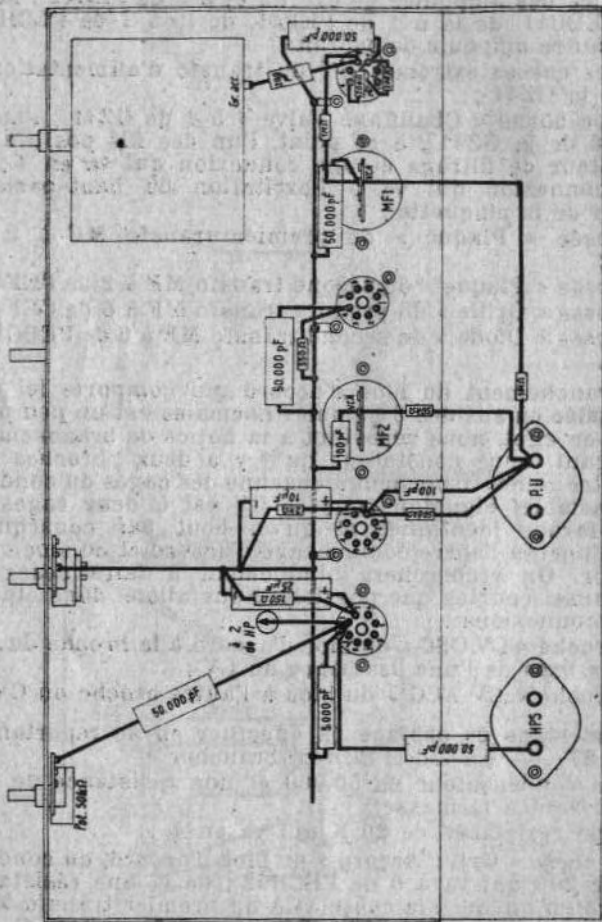

FIG. 37. — Second stage de câblage
**Second stade de câblage** (à effectuer en se reportant à la figure 37). — En 7 de l'ECH42, brancher